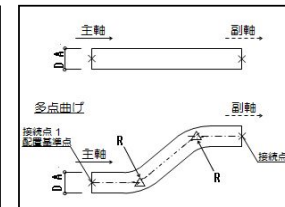

図5
- 5) 「電線管-直管（多点曲げ含む）」の主軸ベクトルは、接続点1の接続面に対する大きさ1の法線ベクトルとし、副軸ベクトルは接続点2の接続面に対する大きさ1の法線ベクトルとする。（図5参照）